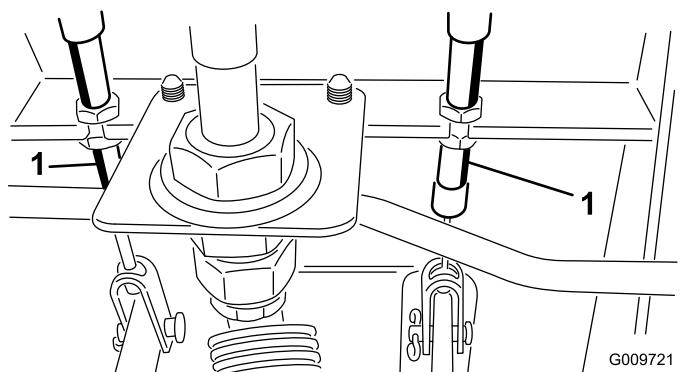

図 46
2. オイルクーラとラジエターの両方の裏表図 46を圧縮空気で丁寧に清掃する。機体の前側からエアを吹きつけて後ろ側にゴミを吹き飛ばします。その後、今度は後ろ側から前側に向かって吹きつけて清掃します。この作業を数回繰り返してごみやほこりを十分に落とす。